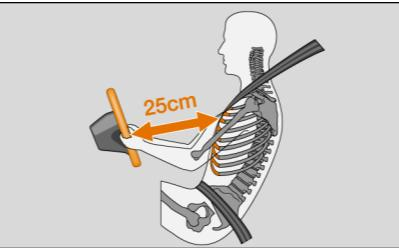

图 210 距方向盘的安全距离
- 对正、副驾驶员来说，与方向盘或仪表板保持至少 25 cm 的距离非常重要 ⇒ 图 210。如果您未保持最小距离，那么安全气囊系统无法起到保护作用，另外在安全气囊胀开时还会有受伤危险。此外，还必须总是将前座椅和头枕调整至与身材相适合的位置。